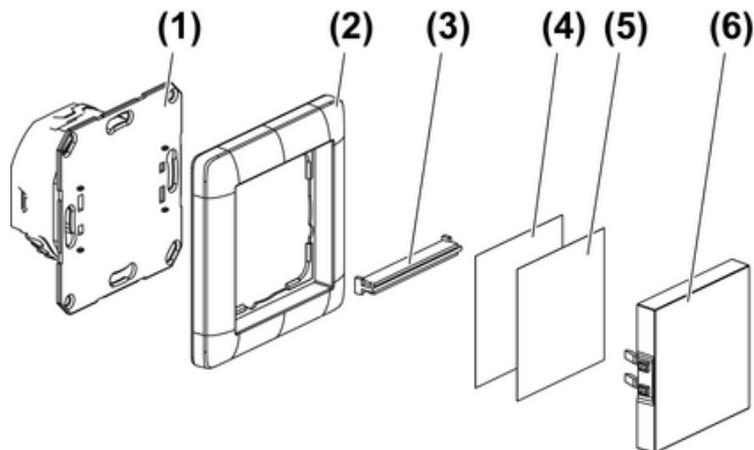

Imagen 1
- Montar la unidad empotrable (9) en la caja para mecanismos. Los bornes de conexión deben quedar hacia abajo.
- Completar la lámpara de señalización (Fig. 1).